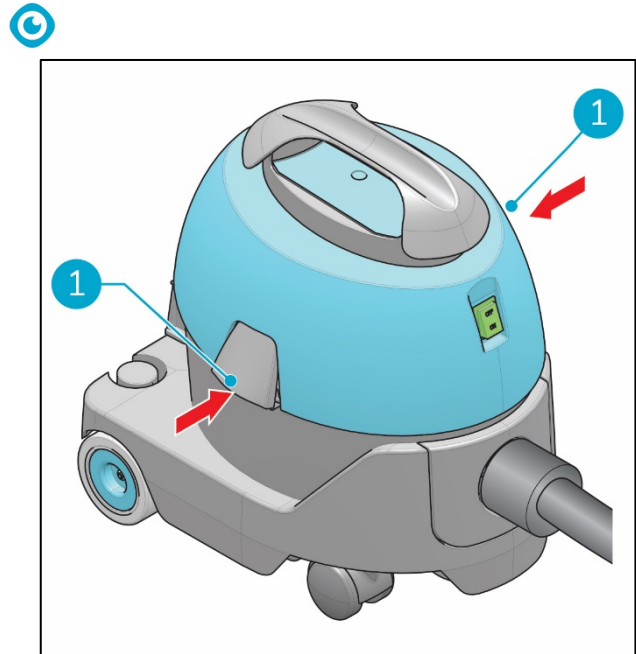

Figura 14
16. Cierra las pestañas (Figura 14, pos. 1).